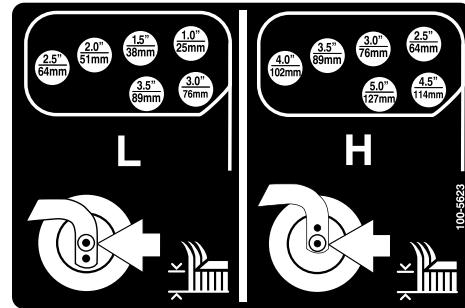

Figura 23
- Gire la varilla tensora para elevar o bajar el brazo de pivot hasta que los taladros estén alineados con los taladros seleccionados del soporte de ajuste de la altura de corte en el bastidor de la carcasa de corte (Figura 22 y Figura 23).